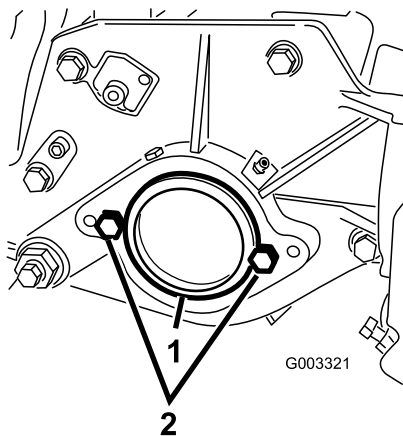

図 7
2. カッティングユニット右側のベアリングハウジングについているプラスチック製のプラグを外す 図 7。
3. 右側サイドプレートからキャップスクリュー2本を取り外す 図 7。
5. カッティングユニットの左側サイドプレートに、リールモータ取り付け用のキャップスクリュー2本を仮止める 図 7。